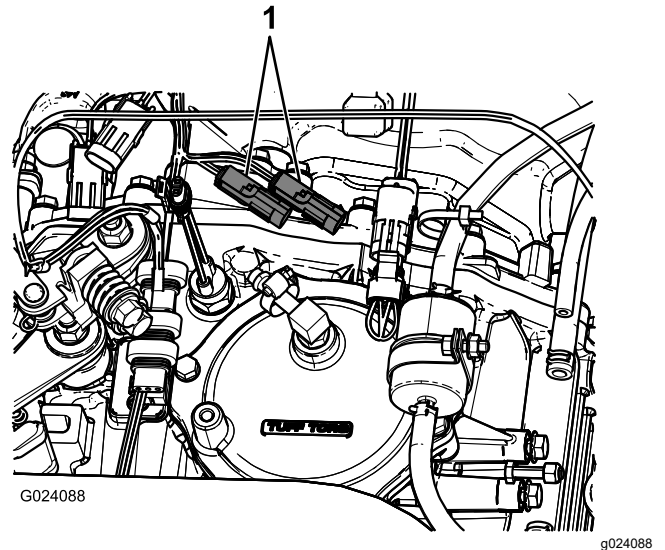

图 16
2. 在机器的变速驱动桥上将用于速度传感器的机器线束 3 针接头连接到用于速度传感器的打药机线束 3 插槽接头图 16。